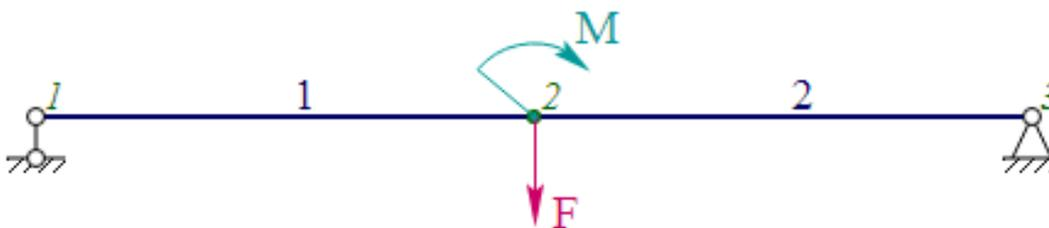

Рисунок 10 – Схема балки к заданию 8
8. Определите реакции связей и постройте эпюры поперечных сил и изгибающих моментов (рисунок 10). Заданы значения активных сил и моментов: $F = 3$ кН, $M = 30$ кН·м. Длины участков балки равны: $l_{12} = 2$ м, $l_{23} = 7$ м.